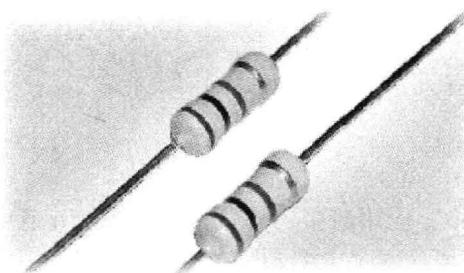

图 1-3 碳膜电阻器
1. 碳膜电阻器 外形如图 1-3 所示，它是采用碳膜作为导电层，属于膜式电阻器的一种。